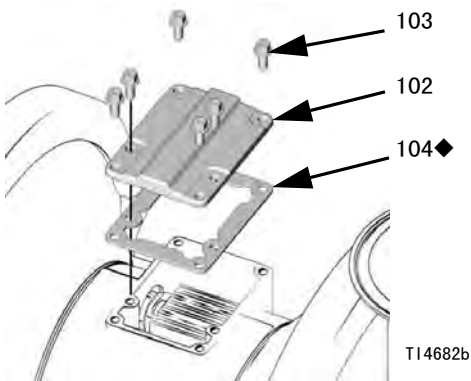

图 6
2. 使用梅花头 (T20) 螺丝刀或 7 毫米 (9/32 英寸) 套筒扳手卸下 6 个螺丝 (103)、空气阀盖 (102) 和密封垫 (104)。参见图 6。